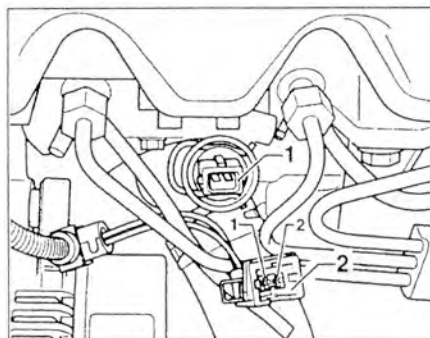

Рис. 3.37. Отсоедините 2-пальчиковый разъем 2 от термовыключателя насоса для циркуляции охлаждающей жидкости во время работы двигателя 1.
1. Отсоедините 2-пальчиковый разъем 2 от термовыключателя насоса для циркуляции охлаждающей жидкости во время работы двигателя 1 (рис. 3.37). Соедините контакты 1 и 2 разъема 2 с помощью провода. Насос для циркуляции охлаждающей жидкости во время работы двигателя должен заработать.